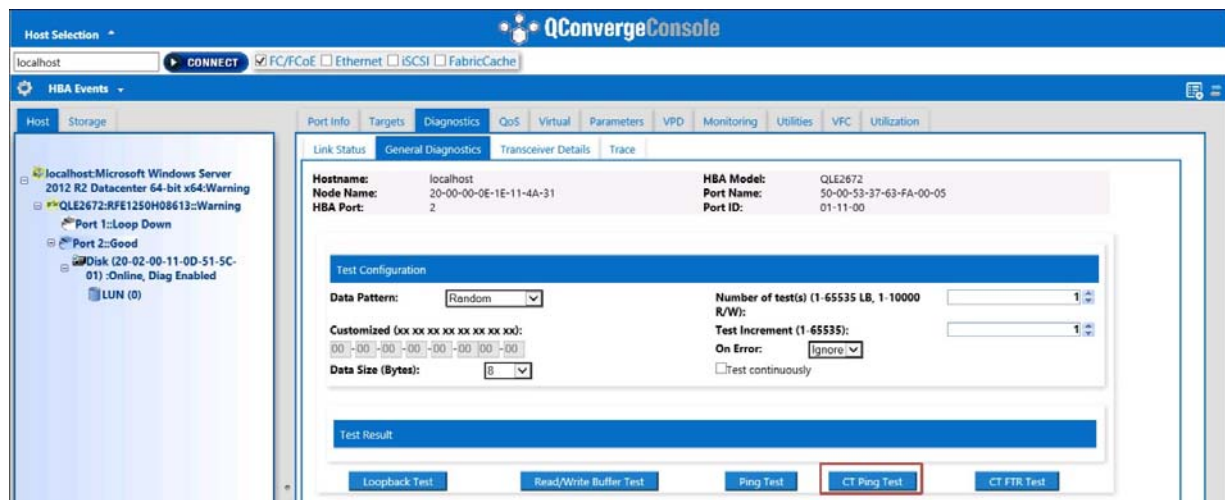

Abbildung 3-30. Ausführen des Fibre Channel CT Ping-Tests
5. Schließen Sie auf der Seite „General Diagnostics“ (Allgemeine Diagnose) (siehe Abbildung 3-30) die Optionen **Test Configuration** (Testkonfiguration) ab, und klicken Sie dann auf **CT Ping Test**, um den Test zu starten.